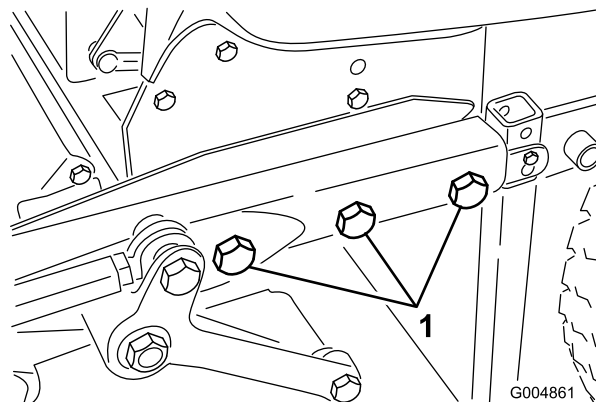

Figura 40
13. Retire con cuidado los pernos (3/4 pulgada), las arandelas y las tuercas que sujetan el bastidor de la carcasa al bastidor trasero (3 en el lado izquierdo y 2 en el lado derecho) (Figura 40).